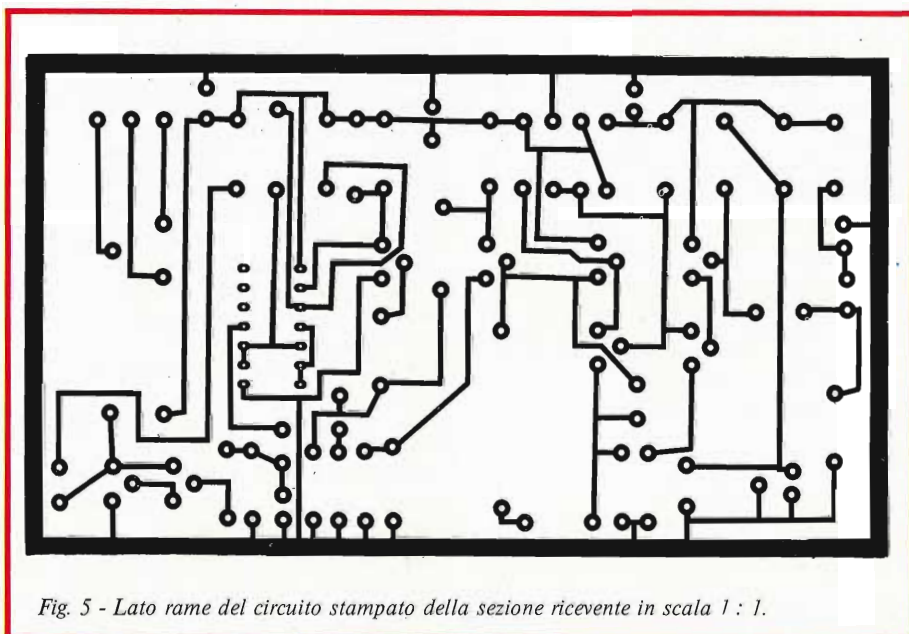
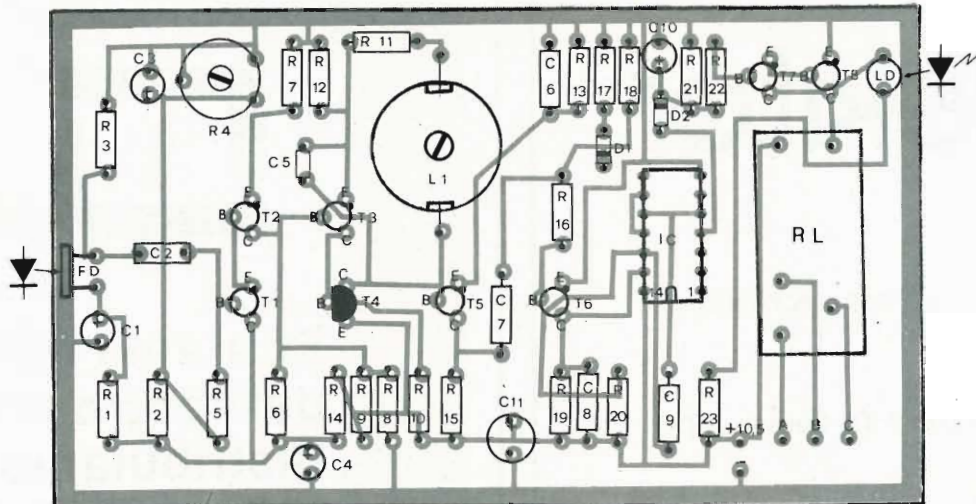

Fig. 5 - Lato rame del circuito stampato della sezione ricevente in scala 1 : 1.
Fig. 6 - Disposizione dei componenti sulla basetta relativa al ricevitore.
In fig. 5, viene illustrato il disegno serigrafico del circuito stampato, del ricevitore visto dal lato componenti, mentre in fig. 6, troviamo il circuito stampato, in scala 1 : 1, visto dal lato rame. È consigliabile iniziare il montaggio di tutti i resistori, vale a dire, R1, R2, R3, R5, R6... R23, del trimmer R4, dei condensatori C2, C5, C6, C7, C8, C9, dei condensatori elettrolitici, C1, C3, C4, C10, C11, dei diodi, D1, D2 (rispettandone naturalmente la polarità) dei transistori, T1...T8, facendo attenzione a non confondere i terminali (E-B-C). Il circuito oscillante L1 (induttanza 11 mH), lo zoccolo di IC1, il relè (RL), il diodo Led LD e il fotodiode ricevente FD chiuderanno la serie dei componenti da montare. Il fotodiode va saldato senza surriscaldarlo, per evitare un eventuale danneggiamento e va posizionato con polarità corretta.